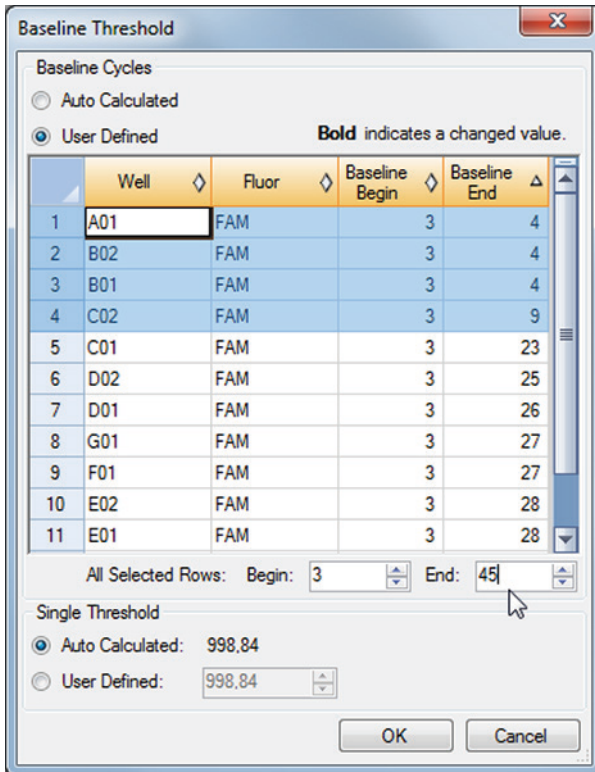

Figure 5: Boîte de dialogue Baseline Threshold (Seuil de référence)
3. Dans la barre de menus de la fenêtre Data Analysis (Analyse des données), cliquez sur **Settings** → **Baseline Threshold...** (Paramètres → Seuil de référence...) pour ouvrir la boîte de dialogue Baseline Threshold (Seuil de référence) (voir la figure 5).
5. Sélectionnez toutes les lignes qui indiquent une valeur **Baseline End** (Extrémité de référence) comprise entre 1-9 (voir la figure 5).
- Définissez la valeur dans le champ **End:** (Extrémité :) sur 45 pour les lignes sélectionnées (voir la figure 5).
- Répétez les étapes 3 à 7 pour le canal de détection VIC™ (IC).